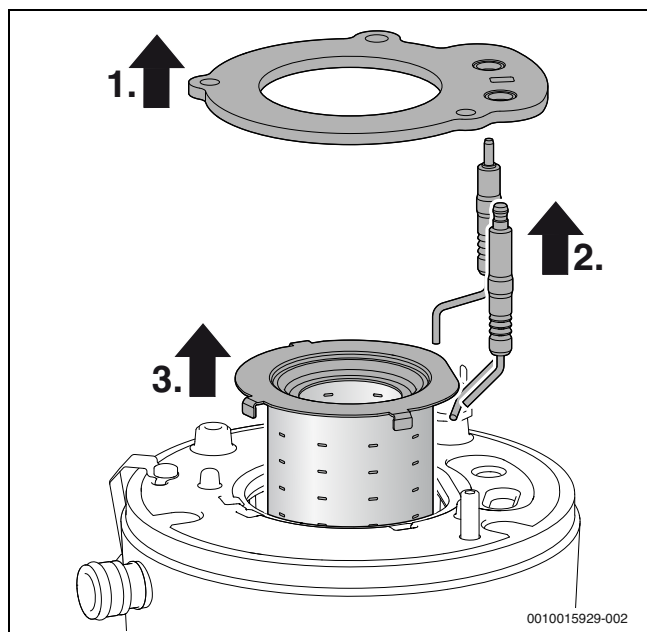

Fig. 44 Estrazione del bruciatore
- Ad ogni apertura del bruciatore sostituire la guarnizione del bruciatore (→ fig. 44, pos. [1]) e tutte le altre guarnizioni interessate dall'operazione. (Durata massima della guarnizione del bruciatore: 7,5 anni)